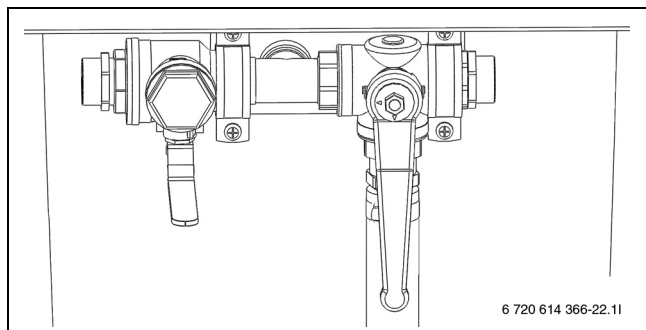

Bild 24 Påfyllnadsstation i blandningsläge
- Vrid ventilerna på påfyllnadsstationen så att de står i blandningsläge (→ Bild 24).